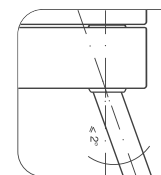

Рис.5.
**!** Во избежание аварии допустимое отклонение оси коллектора радиатора от подводящих труб не более 2° (рис. 5).